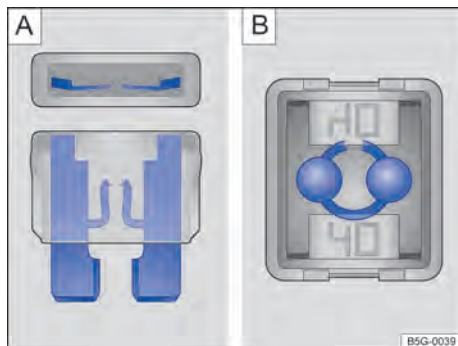

Fig. 179 Fusível queimado: **A** fusível plano, **B** fusível de bloqueio.
- Um *fusível plano* (ATO®, MINI®) queimado é reconhecido de cima ou de lado pela carcaça transparente nas faixas metálicas derretidas → Fig. 179 [A].
- Um *fusível de bloqueio* (JCASE®) queimado é reconhecido pelas faixas metálicas derretidas por cima da carcaça transparente → Fig. 179 [B].